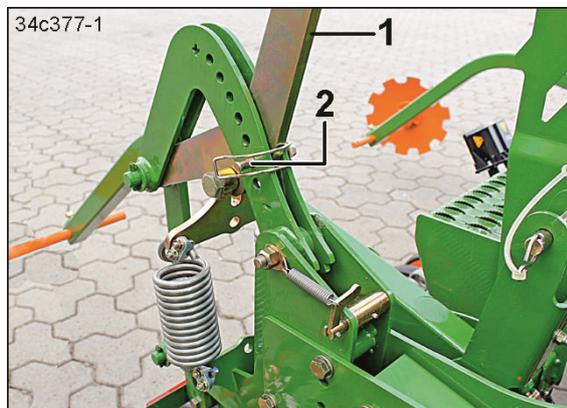

Fig. 193
2. Den Hebel (Fig. 193/1) kurz ziehen und den Rohrklappstecker (Fig. 193/2) entfernen.